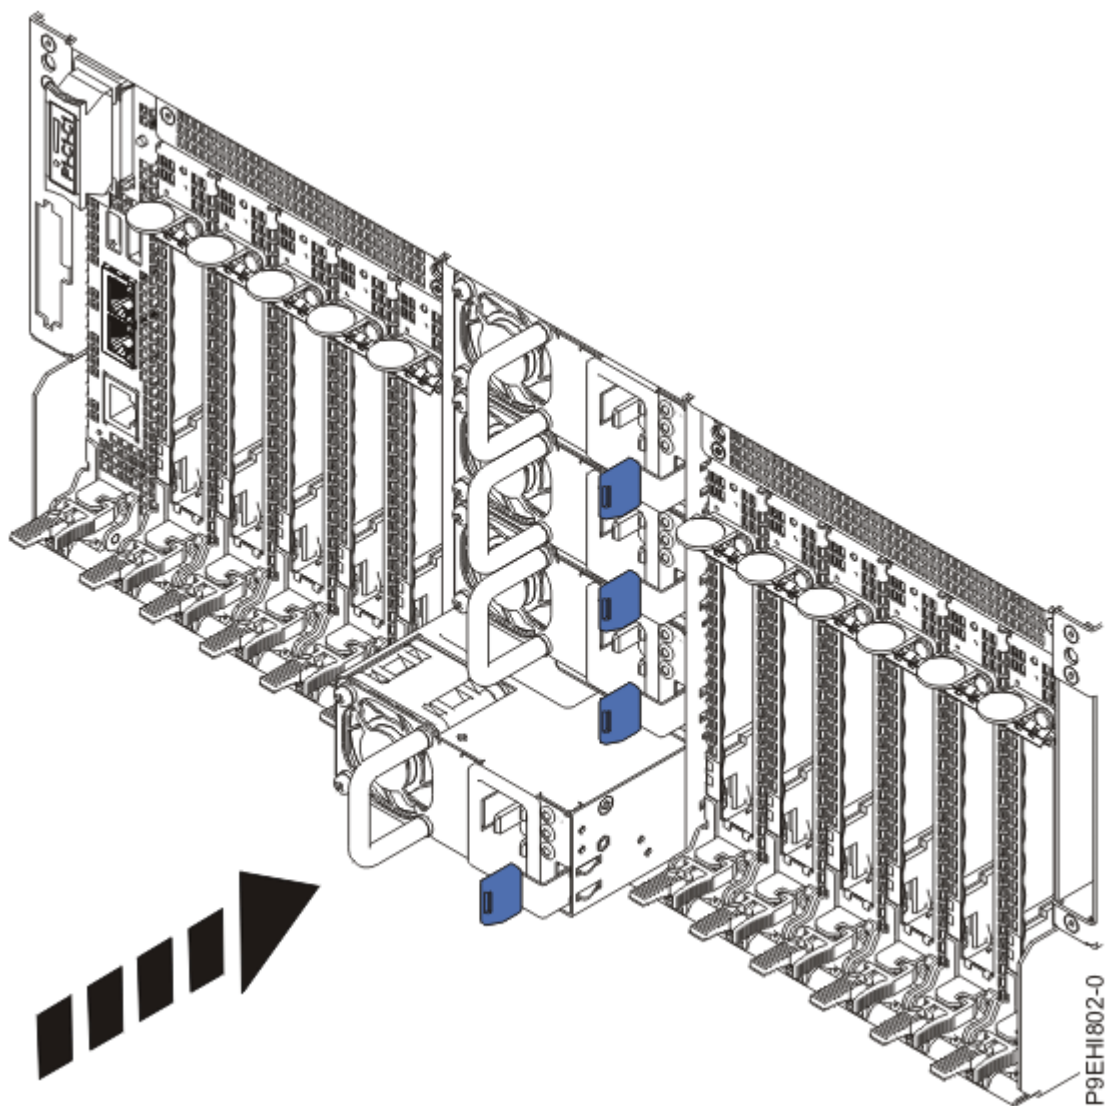

Figura 27: Sustitución de una fuente de alimentación en el sistema
3. Alinee la fuente de alimentación con la bahía y deslice la fuente de alimentación en el sistema hasta que el pestillo quede encajado en su sitio, tal como se muestra en la Figura 27 en la página 29.